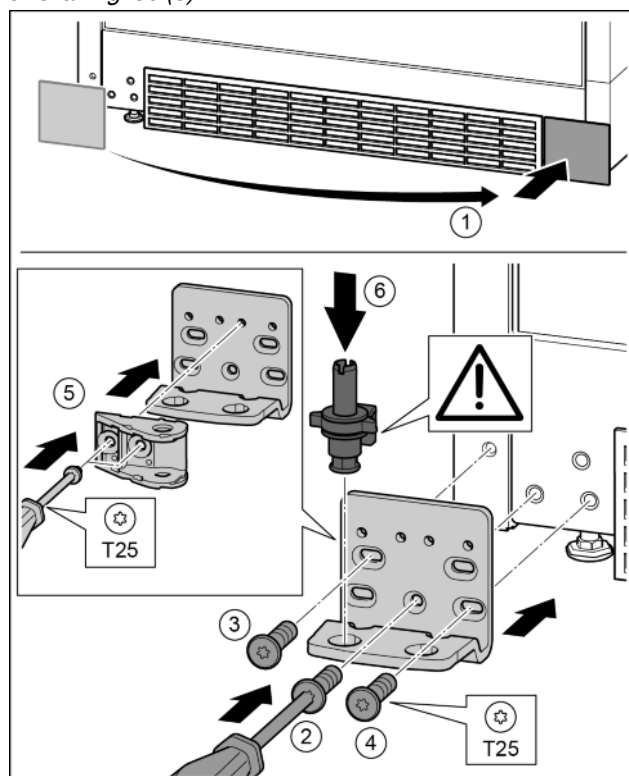

Fig. 31
- ▶ Sejměte kryt a připevněte jej na druhé straně. Fig. 31 (1)
- ▶ Nasadte stojan ložiska na druhé straně a přišroubujte pomocí šroubováku T25. Začněte šroubem 2 dole uprostřed. Fig. 31 (2)
- ▶ Pevně utáhněte šroub 3 a 4. Fig. 31 (3, 4)
- ▶ Spojení tlumiče zavírání otočte o 180°. Šroubovákem T25 přišroubujte na druhé straně stojanu ložiska. Fig. 31 (5)
- ▶ Zcela vložte ložiskový čep. Přitom dávejte pozor, aby zajišťovací vačka směřovala dozadu. *Fig. 31 (6)*